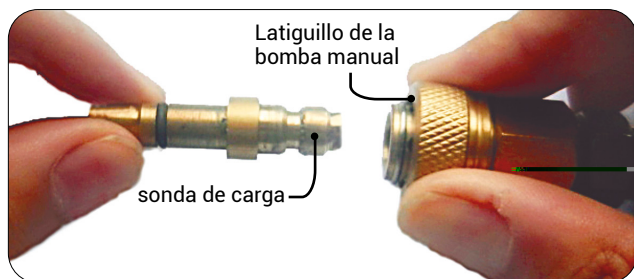
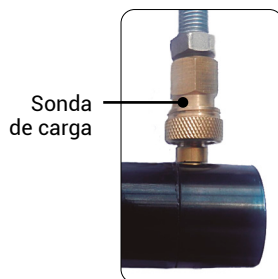

Imagen 1
Imagen 2
4. Conecte la sonda de carga al adaptador Foster de su latiguillo tal y como se muestra en la imagen 1 y compruebe que están firmemente unidos. Inserte la sonda en el depósito de su carabina como indica la imagen 2 (verifique que estos componentes están completamente limpios antes de su unión)